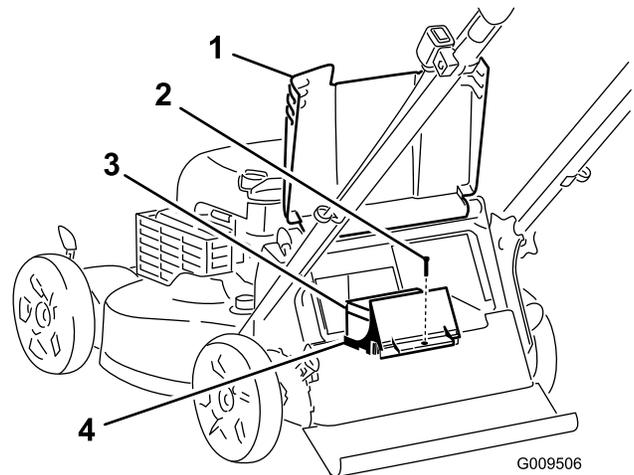
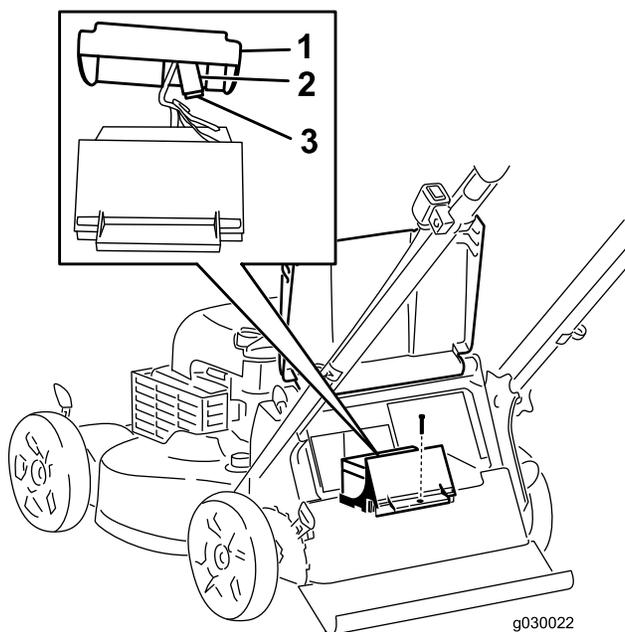

Рисунок 26
Рисунок 27
1. Поднимите задний отражатель и найдите аккумуляторный отсек (Рисунок 26).
3. Снимите крепежный винт аккумуляторного отсека, выньте аккумуляторную батарею и найдите предохранитель (Рисунок 26 и Рисунок 27).
4. Замените плавкий предохранитель в держателе (Рисунок 27).